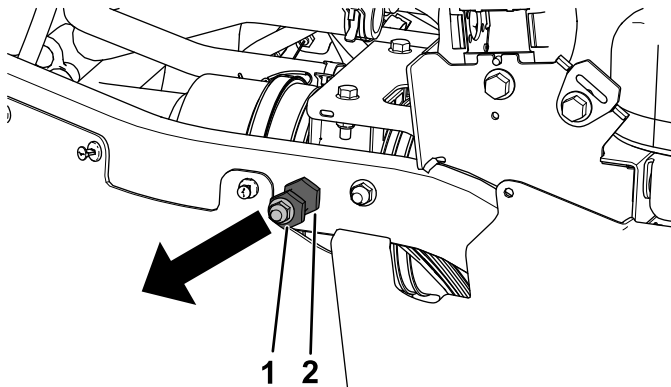

Figura 11
4. Rimuovete il dado di bloccaggio ($\frac{3}{8}$ " e il perno di chiusura dai tubi posteriori destro e sinistro del telaio (Figura 11).